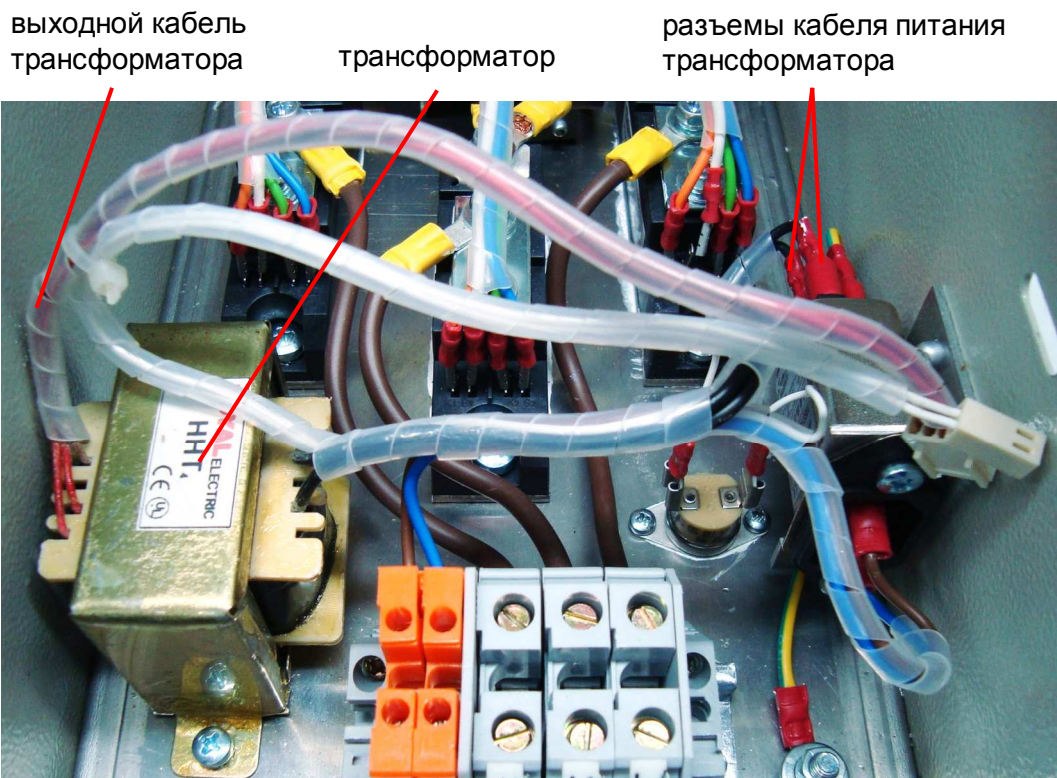

Рис. 6.7 Демонтаж трансформатора питания.
- 6.6.1. Отсоединить разъемы, расплести спиралайт и освободить провод питания трансформатора (черного цвета) от сетевого фильтра (рис. 6.7).
- 6.6.2. Откусить стяжку и освободить выходной кабель трансформатора (рис. 6.7).